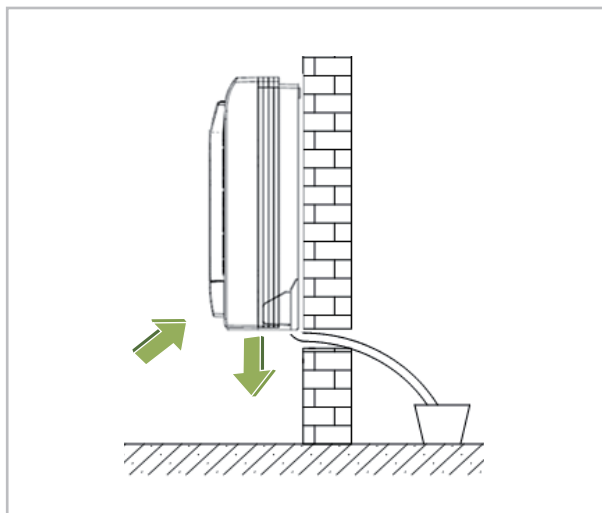

Fig. 13: Orientation horizontale
5. Vérifiez une nouvelle fois l'horizontalité de l'appareil. Voir la Fig. 13